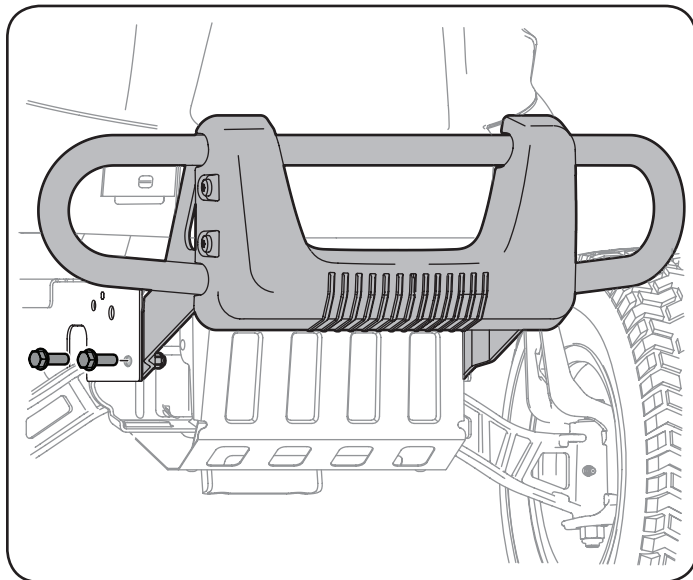

Figura 6
2. Coloque los soportes del paragolpes hacia el interior del bastidor del tractor y fíjelos en su lugar con los cuatro tornillos hexagonales con reborde. Vea la Figura 6.